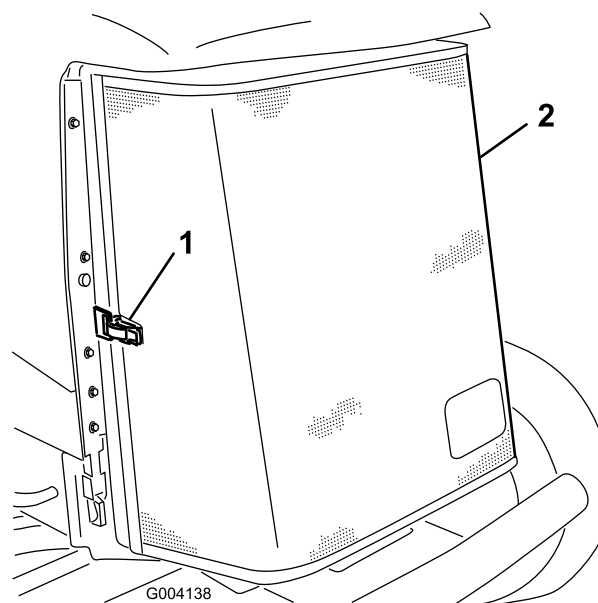

Bild 110
5. Entriegeln Sie die das hintere Gitter und schwenken Sie es auf (Bild 110).